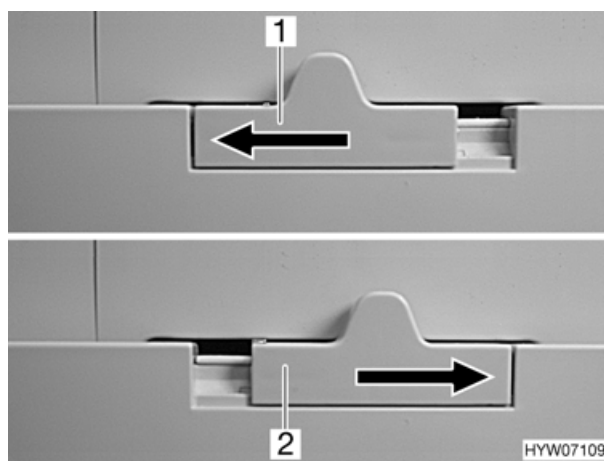

Fig. 89 Bloccaggio della porta del frigorifero
- Spostare il dispositivo di bloccaggio (Fig. 89,1) verso sinistra.
- Spostare il dispositivo di bloccaggio (Fig. 89,2) completamente verso destra.